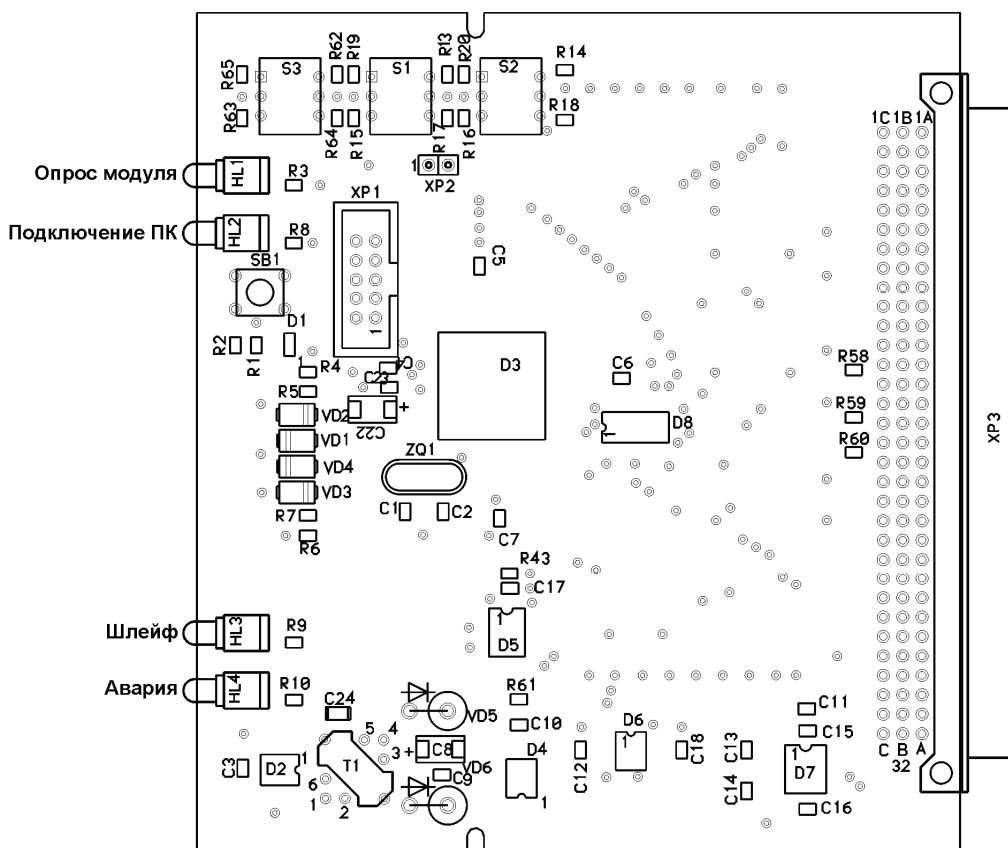

*Рисунок 10*
2.5.5.2 Переключатель S3 “ADR\_TRACK” задает адрес трассы (см. рисунок 10, 11). Допустимые адреса трасс: 1(h)...4(h).